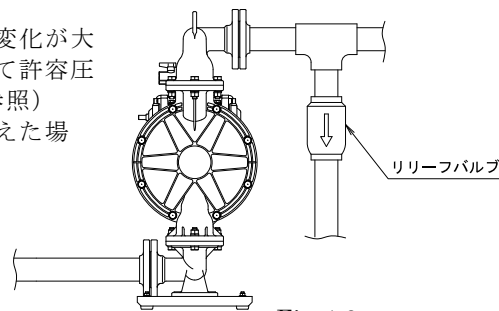

Fig.4.2
- ・ポンプの設置場所の環境によって移送液材の体積変化が大きい場合は、吐出側にリリーフバルブを取り付けて許容圧力値で開放するようにしてください。（Fig. 4.2参照）